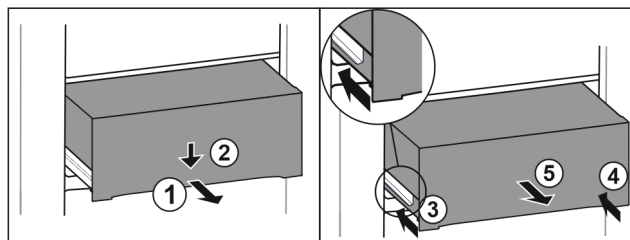

Fig. 146
- Predal izvlecite do polovice. *Fig. 146 (1)*
- Predal na sprednji strani potisnite navzdol. *Fig. 146 (2)*
- Levo vodilo potisnite približno 2 cm noter. *Fig. 146 (3)*
- Desno vodilo potisnite približno 2 cm noter. *Fig. 146 (4)*
- Predal vzemite ven v smeri naprej. *Fig. 146 (5)*